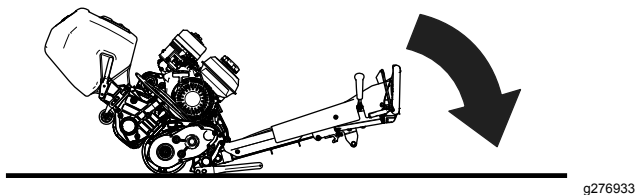

Figura 9
2. Aceda à unidade de corte descendo a pega da unidade de tração para o solo (**Figura 9**).